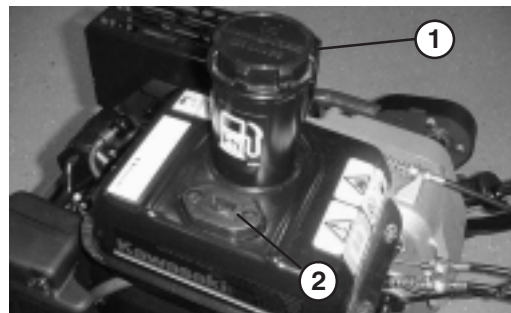

Figure 9
1. Nettoyer tout autour du bouchon du réservoir d'essence et retirer le bouchon (Fig. 9). Faites le plein d'essence sans plomb sans dépasser la base de l'écran du filtre. **Ne remplissez pas excessivement.**